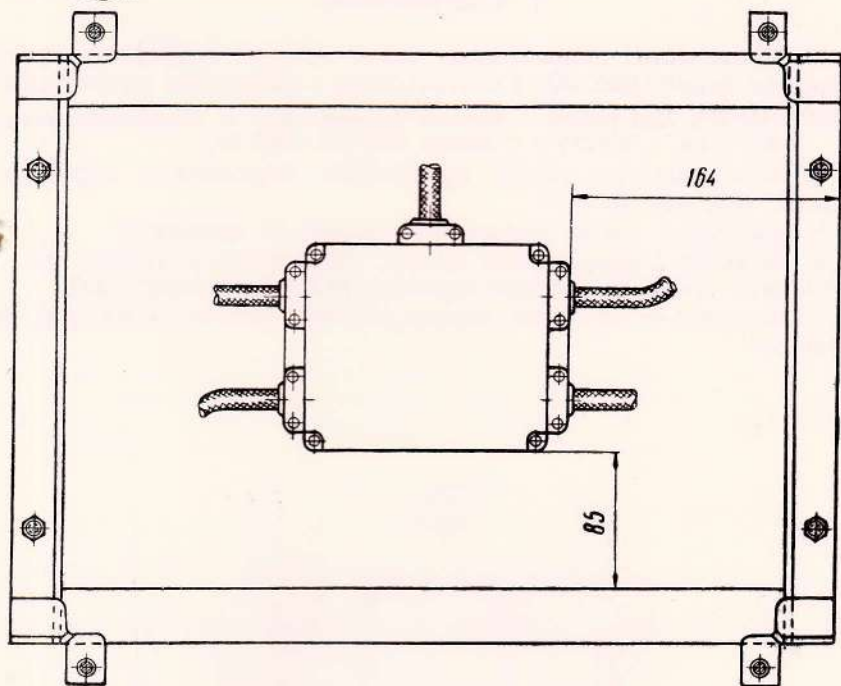

Рис. 29. Схема расположения переходной коробки.
- в) Закрепить на нижней полке стола переходную коробку коммутационного шнура (как показано на рис. 29) и привернуть винтами переключатель постов к боковине стола.